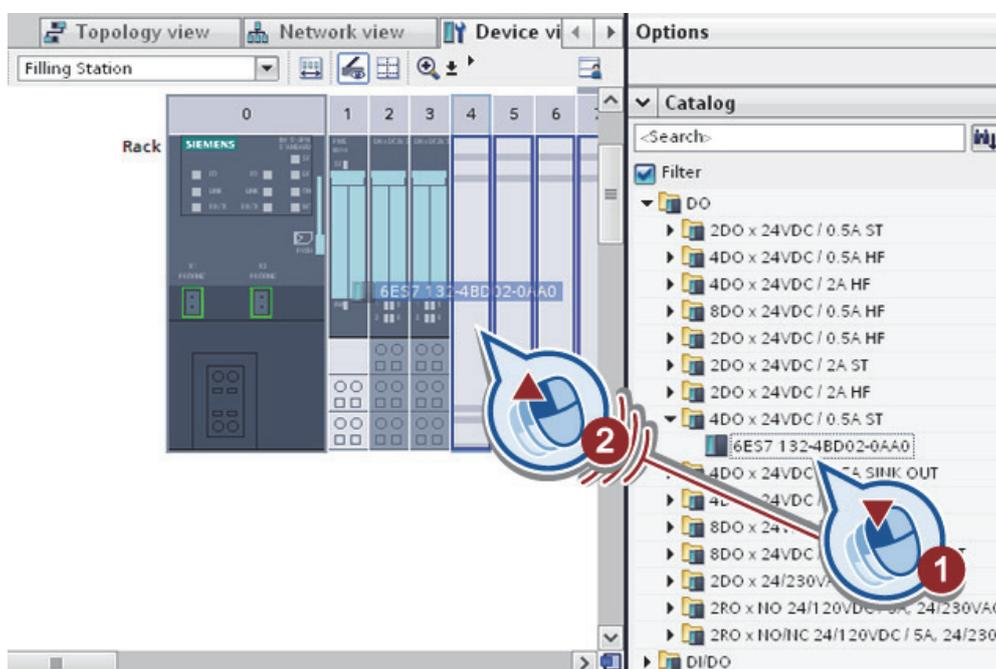

Рис. 1.18. Выбор цифрового модуля
– выберите цифровой модуль вывода «4 DO x 24 V DC / 0.5A ST» < «6ES7 132-4BD02-0AA0» и перетащите модуль на слоте 4 (рис. 1.18).